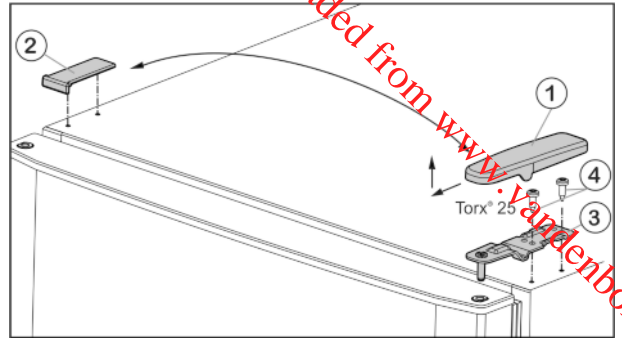

Fig. 5
- ▶ Retirer le cache Fig. 5 (1) par l'avant et le haut.
- ▶ Soulever le cache Fig. 5 (2).
- ▶ Dévisser le support de palier supérieur Fig. 5 (3)(2) fois Torx® 25 Fig. 5 (4) et le retirer par le haut.
- ▶ Placer le support de palier supérieur Fig. 5 (3) sur le nouveau côté de la charnière et dans la porte.
- ▶ Revisser le support de palier (en appliquant un couple de 4 Nm) (2 Torx® 25) Fig. 5 (4). Utiliser au besoin une visseuse sans fil.
- ▶ Replacer le cache Fig. 5 (1) du côté opposé par l'extérieur et l'enclencher.
- ▶ Replacer le cache Fig. 5 (2) du côté opposé par le haut et l'enclencher.